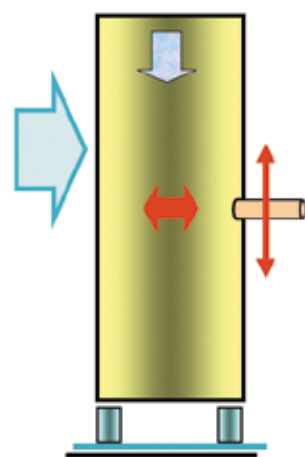

Рис. 1. Факторы, влияющие на точность взвешивания ТВЭУ
– Нарисуйте схему наполнения-опорожнения емкости и все подходящие к ней так называемые «паразитные» связи. К ним относятся присоединенные трубопроводы, подпорные конструкции, межэтажные перекрытия, снеговые и ветровые нагрузки (Рис. 1).